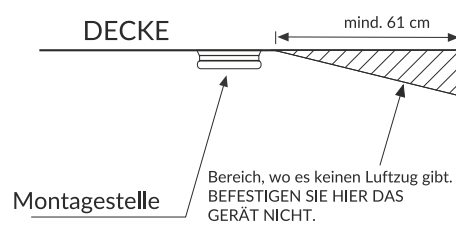

Abb. 3
Schrauben Sie die obere Haube ab, nehmen Sie einen kleinen Magnet ab - siehe Abb. 3. Das Gerät wurde eingeschaltet.
1. Wählen Sie die richtige Stelle der Montage gemäß der Abb. 3 und 4.